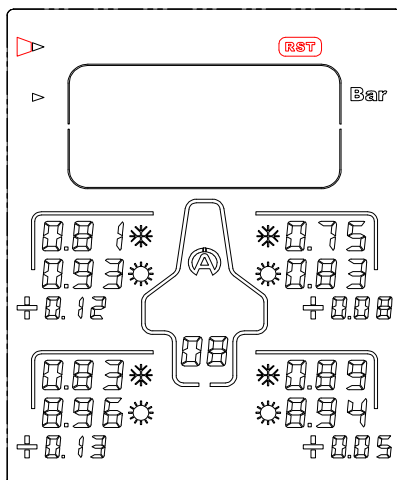

Ilustración 10
- 1) Seleccione el icono «**RST**» (ilustración 10) utilizando los botones .